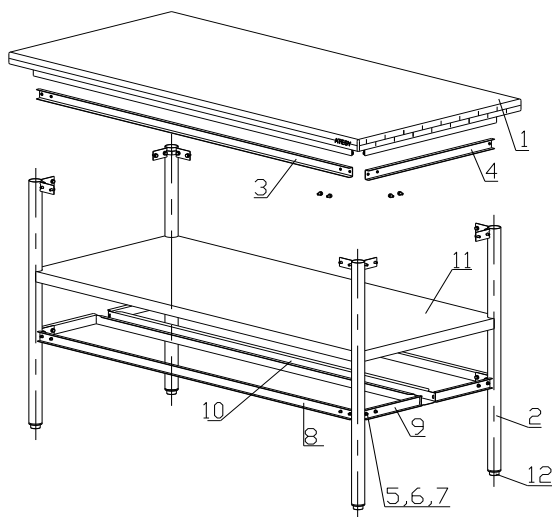

Рис.2
4.2 Порядок сборки стола СК-2, СК-3 со сплошной полкой (рис.2)